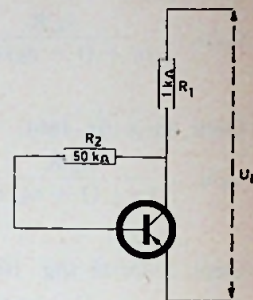

Fig. 20
④ Van de transistor in fig. 20 mogen de lekstroom en de basis-emitterspanning worden verwaarloosd.